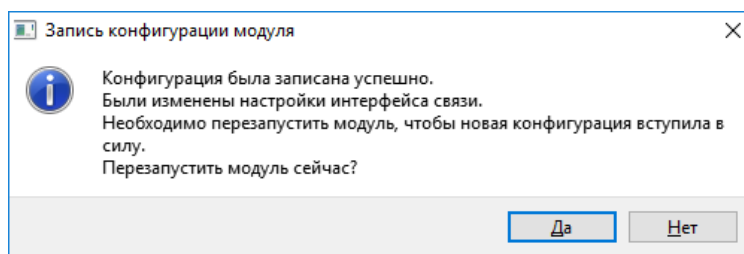

Рис. 2.2: Предупреждение о необходимости перезагрузки при смене настроек интерфейсов
- Для записи текущей конфигурации в модуль необходимо выбрать пункт меню “*Конфигурация*” → “*Запись конфигурации*”, в результате чего конфигурация модуля будет обновлена и будет соответствовать редактируемой конфигурации программы. В случае, если при записи конфигурации были изменены настройки интерфейсов связи, то для того, чтобы они вступили в силу, необходимо выполнить перезагрузку модуля, которая может быть выполнена автоматически по команде. В этом случае будет выведено соответствующее сообщение (рисунок 2.2). При выборе “Да” модуль будет перезагружен.